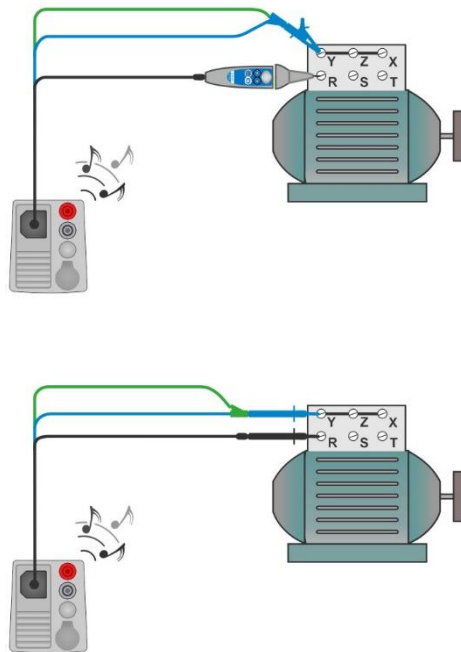

Abbildung 7.20: Anwendung der Commander-Prüfspitze und des 3-adriger Prüfleiters
- › Schließen Sie die Prüfleitungen am geprüften Gerät an, siehe **Abbildung 7.20**.